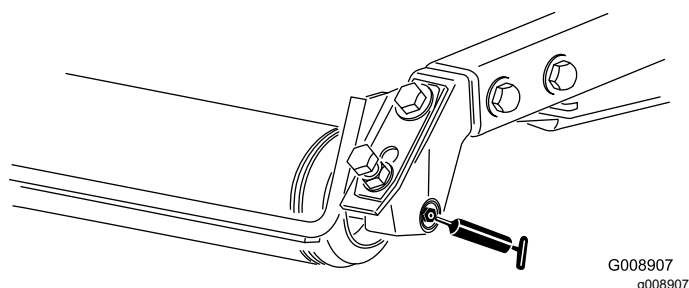

Figure 38
- Roulements de rouleau arrière (2 par unité de coupe) – Figure 38